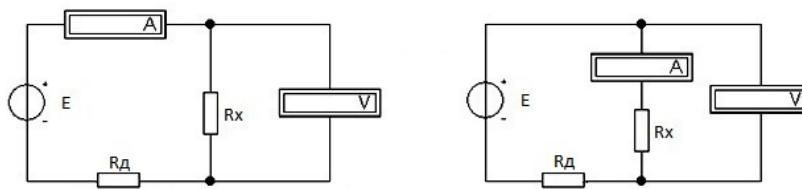

Рис. 2.1 Схемы электрической цепи метода амперметра-вольтметра
2.2. Собрать электрические схемы рис. 2.1